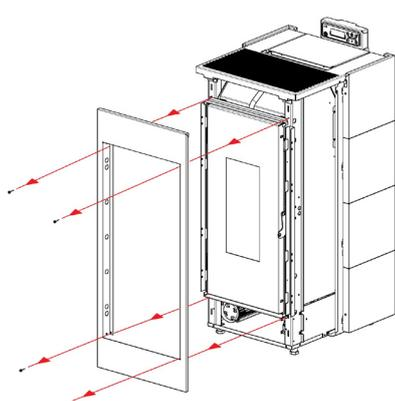

Fig. 30 - Herausnehmen der vorderen Platte
- Die vordere Platte herausnehmen: Die 4 Schrauben lösen (siehe **Fig. 30 auf S. 21**).